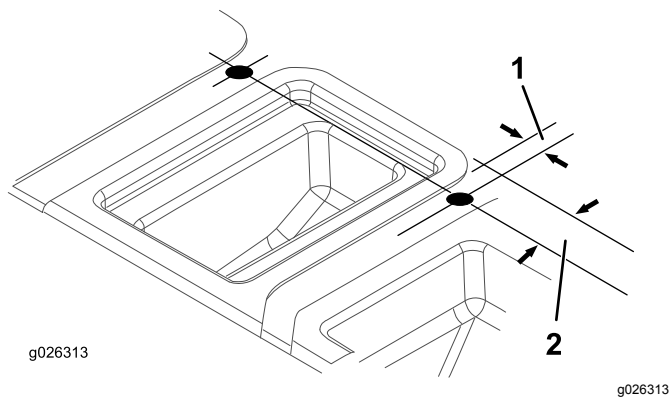

Bild 10
7. Verwenden Sie die Werte in **Bild 10** und markieren und bohren Sie zwei Löcher oben in die Sitzabdeckung.